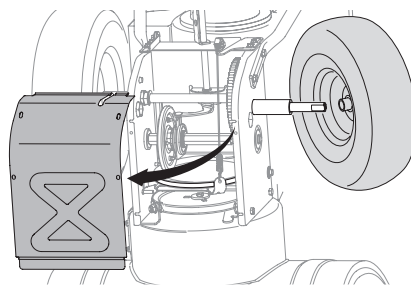

Figura 4-20
4. Saque la cubierta del marco desde debajo de la unidad, para lo que debe extraer los tornillos autorroscantes que la sujetan. Consulte la Figura 4-4. Extraiga la rueda derecha para lo que debe sacar el tornillo y la arandela de campana que la sujetan al eje. Consulte la Figura 4-20.